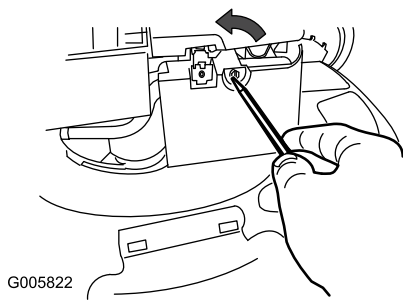

Figura 22
1. Utilize uma chave de parafusos para abrir tampa do filtro de ar (Figura 22)